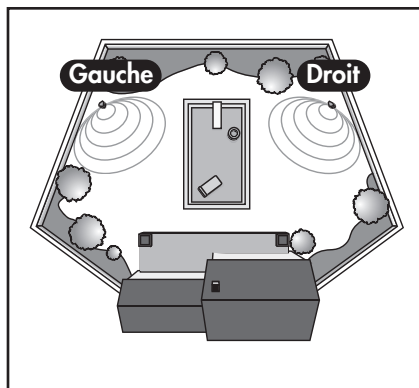
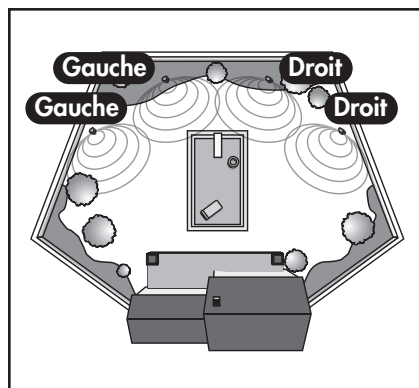

Figure 2. Deux enceintes stéréo 2-canaux traditionnels
Figure 4. Couverture distribuée traditionnelle à enceinte multiple, 2 canaux
Positionnement : Deux enceintes stéréo 2-canaux traditionnels (figure 2).
Positionnement : Couverture distribuée traditionnelle à enceinte multiple, 2 canaux (figure 4).
- **Couverture stéréophonique traditionnelle à deux enceintes (Fig. 2) et couverture stéréophonique à enceintes multiple (Fig. 4)** S'asseoir dans la principale aire d'écoute et vérifier que le signal est vaste et clair. Ajuster le positionnement des enceintes pour obtenir la meilleure image sonore possible. Pour ce faire, déplacer les enceintes sur de courtes distances vers un côté, puis vers l'autre, ou tourner les enceintes légèrement vers l'aire d'écoute.